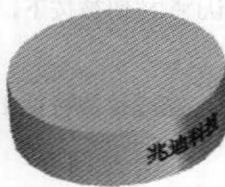
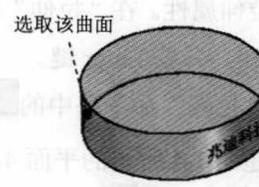

图 1.6 缠绕草图 1
图 1.7 选取缠绕草图的曲面
Step5. 创建图1.6所示的缠绕草图1。
(1) 选择命令。单击**曲面处理**功能选项卡**曲线**区域中的**缠绕草图**按钮。
(2) 定义要缠绕草图的曲面。选取图1.7所示的曲面为要缠绕草图的曲面，单击 \checkmark 按钮。